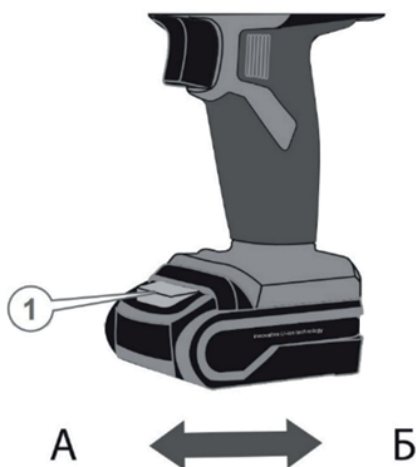

Рисунок 5. Схема встановлення (зняття) акумуляторної батареї.
– Для під'єднання акумуляторної батареї до шурупверта сполучити виступи на акумуляторі із пазами на корпусі виробу, і з невеликим зусиллям посунути акумулятор у напрямку стрілки (Б) (рис. 5) до появи характерного клацання. Не рекомендовано докладати надмірних зусиль під час встановлення акумулятора. Якщо акумуляторна батарея під'єднується із зусиллям, це означає, що встановлення виконується неправильно або в пази корпусу потрапив сторонній предмет, наприклад стружка.
– Щоб зняти акумуляторну батарею, злегка натиснути на кнопку фіксації батареї (1, рис. 5) та, не відпускаючи кнопку, із невеликим зусиллям потягнути акумулятор у напрямку стрілки (А) (рис. 5), щоб вийняти його із корпусу шурупверта.